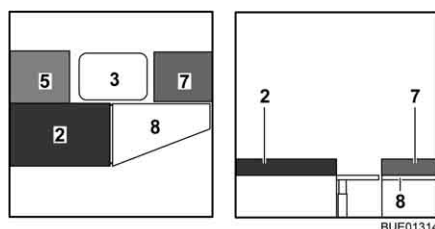

Fig. 134 Durante la trasformazione
- Agganciare l'allargamento letto (Fig. 134,8) negli alloggiamenti sulle caspanche.